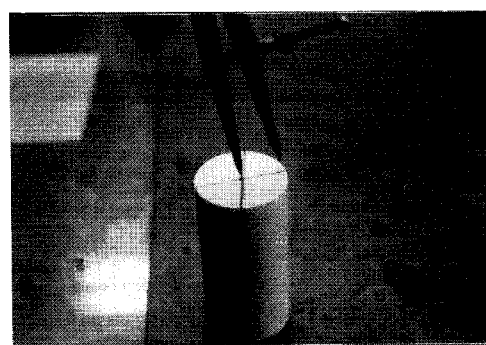
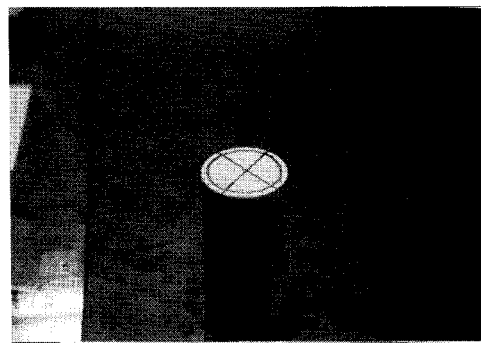

図2-6
図2-7
③ 中心位置からセンタ穴付き治具の取付け円をけがく（図2-6、図2-7）。